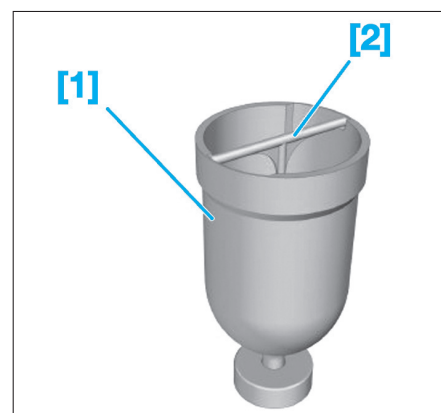

Fig. 18
- [1]. Cylindre de charge (réf : 0173/2) (Fig.18).